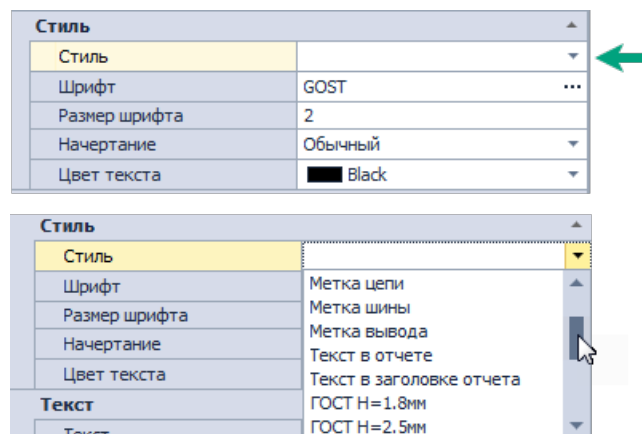

Рис. 397 Выбор стиля из списка системных
- Пункт «Стиль», поле «Стиль» - совокупность заданных параметров настроек стиля. При задании пользовательских параметров стиля текста, поле «Стиль» будет пустым. В системе имеются шаблоны стилей заданные согласно требованиям ГОСТ или обозначению определенных элементов, см. Рис. 397. Готовые шаблоны стиля доступны для выбора в выпадающем списке при нажатии ▾ в конце строки.